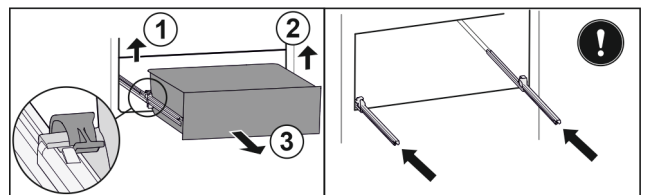

Fig. 30
- Підняти лівий затискач і одночасно висувний ящик ліворуч потягнути вперед. Fig. 30 (1)
- Підняти правий затискач і одночасно висувний ящик праворуч потягнути вперед. Fig. 30 (2)
- Вийняти висувний ящик рухом вперед. Fig. 30 (3)